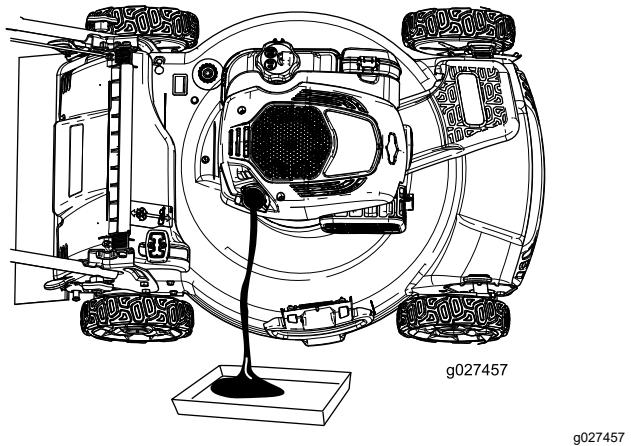

Figura 22
- Ponga la máquina de lado (con el filtro de aire hacia arriba) para drenar el aceite usado del tubo de llenado de aceite (Figura 22).